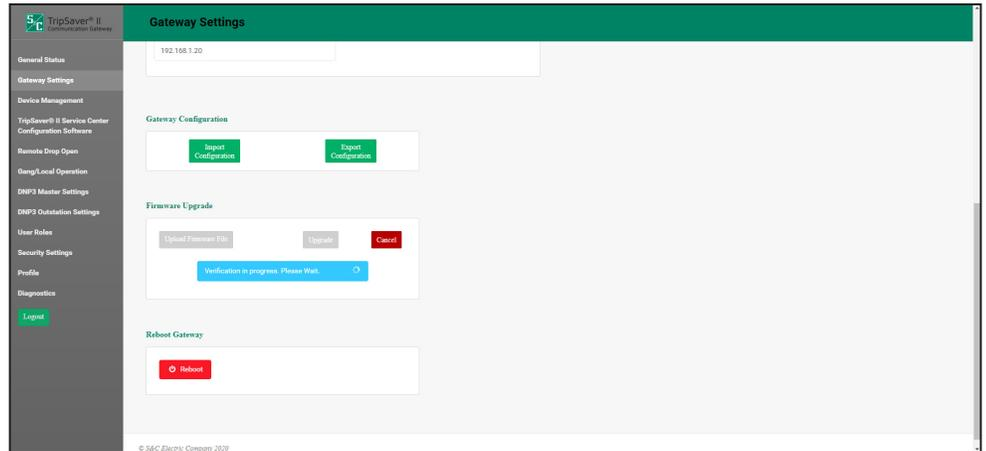

Figura 30. Processo de verificação do firmware.
PASSO 5. Com o carregamento do firmware 100% realizado, o gateway de comunicação inicia um processo de verificação para confirmar sua validação pela S&C Electric Company. Ver Figura 30.